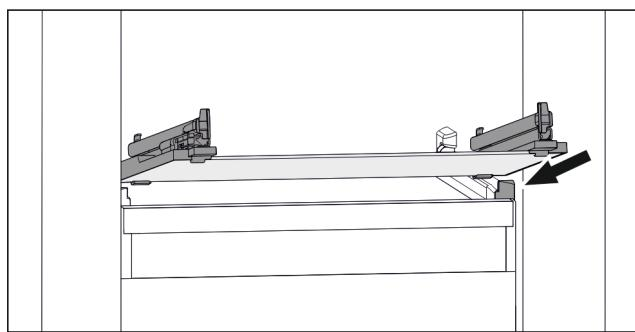

Fig. 110 Приближене відображення скляної пластини
- Встановити скляну пластину за стопорами навколо. (див. Fig. 110)